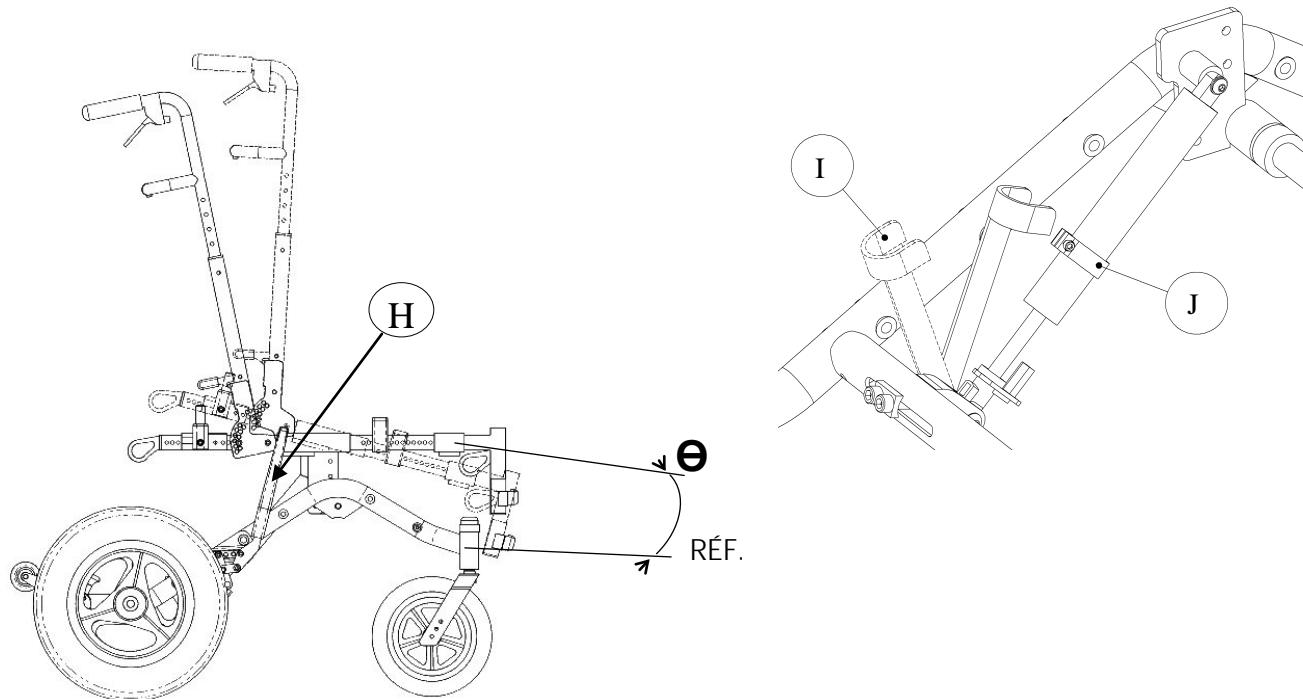

*Figure 21 - Fonctionnement de la bascule positive*
1. Lors de la mise en bascule positive, actionner les freins d'immobilisation **B** (Figure 21). Consulter la section 13.3;